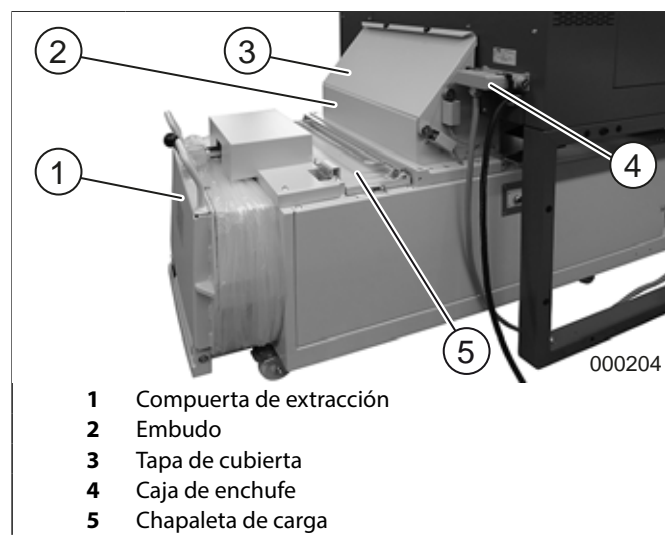

fig. 1 Chapaletas y embudo
1. Aflojar el seguro de transporte (conector) en la tapa de expulsión (fig. 1/1) y orientar la tapa hacia abajo.
2. Retirar el embudo (fig. 1/2) de la cámara de compactación, como se muestra, colocar sobre la apertura de alimentación y, empleando desde dentro los 7 tornillos de hexágono inferior M6x12, fijar a la prensa.
4. Enchufar el enchufe de conexión del compactador en la caja de enchufe (fig. 1/4) que se encuentra en la pared dorsal de la caja de la destructora de documentos y bloquearlo.